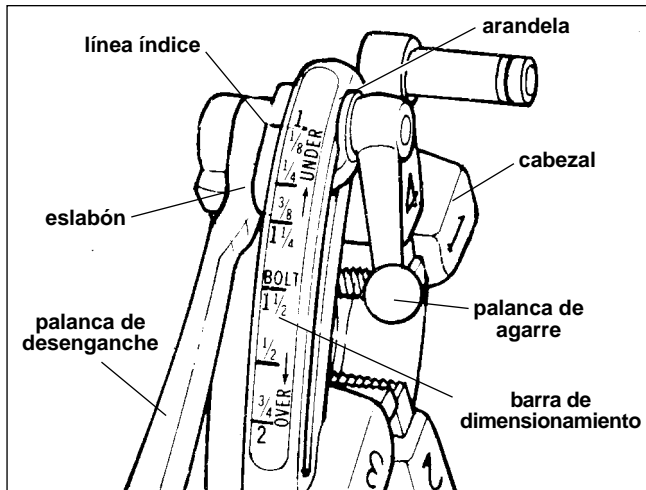

Figura 12 – Cabezal de Terrajas Universal de Apertura Rápida
5. Cabezal de Terrajas de Apertura Rápida No. 811A (Figura 12). Gire la palanca de desenganche a la posición de CLOSED (cerrada).
10. Cabezal de Terrajas de Apertura Rápida No. 811A (Figura 12). Completada la rosca, levante la palanca de desenganche para retraer las terrajas.
¡NOTA! El Cabezal de Terrajas Universal No. 811A (Figura 12) para roscas a mano derecha requiere cuatro juegos de terrajas para roscar tubos de entre 1/8 a 2 pulgadas de diámetro. Se requiere un juego de terrajas para cada una de las siguientes gamas de dimensión de tubo: (1/8 pulg.), (1/4 a 3/8 pulg.), (1/2 a 3/4 pulg.) y (1 a 2 pulgs). No existen disponibles terrajas para tubos de 1/8 pulgada para el cabezal de terrajas a mano izquierda. El roscado de pernos requiere un juego distinto de terrajas para cada dimensión de perno. No hay disponibles terrajas para pernos para los cabezales de terrajas universales a mano izquierda.